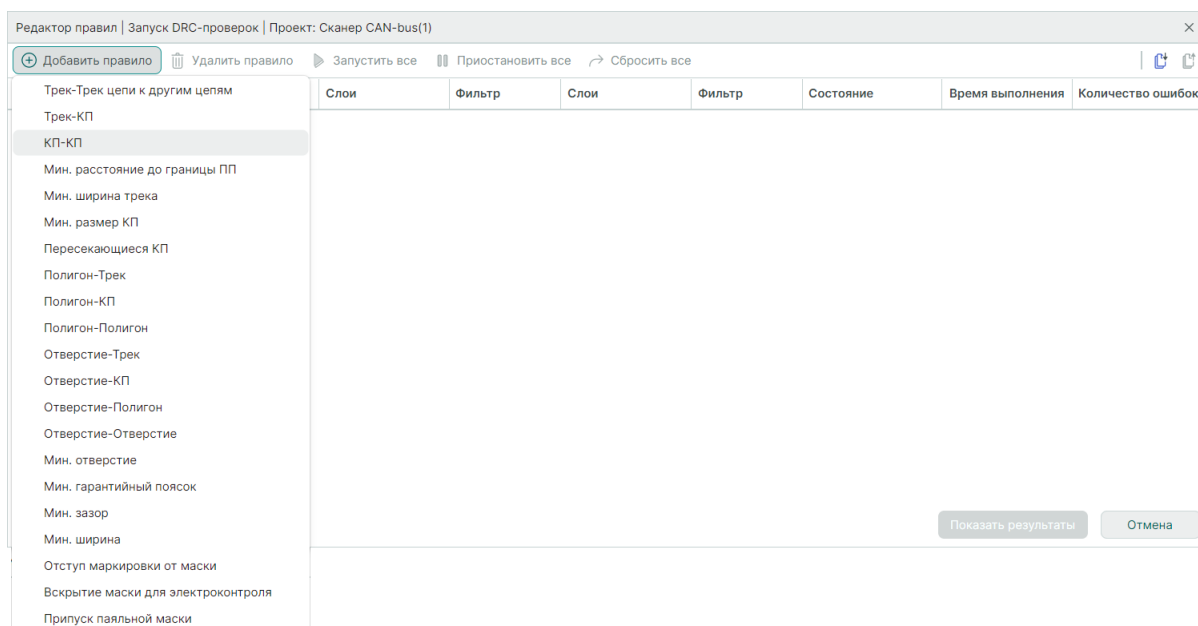

Рис. 443 Выбор правила из списка доступных
1. Используйте кнопку «Добавить правило» и в выпадающем списке выберите одно из доступных правил, см. Рис. 443.